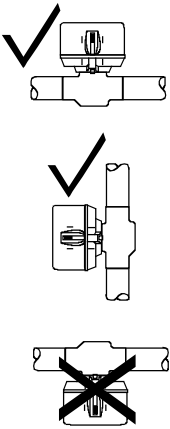

Fig. 3: Lage des Ventils
3. Das Ventil kann mit der Flussrichtung A nach B oder B nach A eingebaut werden (Abb. 2). Der Ventilkörper kann in beliebigem Winkel eingebaut werden, allerdings darf sich das Stellglied horizontal nicht unterhalb des Ventilkörpers befinden (Abb. 3). Stellen Sie sicher, dass am Stellglied genug Platz für einen Austausch oder Wartungsarbeiten vorhanden ist. Bauen Sie das Ventil so ein, dass Wartungsarbeiten leicht durchzuführen sind. An der Oberseite sind 25 mm Platz erforderlich, um das Stellglied abzunehmen.